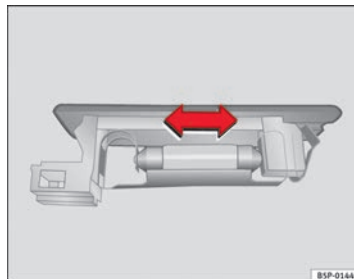

Abb. 172 Gepäckraumbeleuchtung
- Drücken Sie die Lampe zur Seite und nehmen Sie sie aus ihrer Halterung heraus ⇒ Abb. 172.